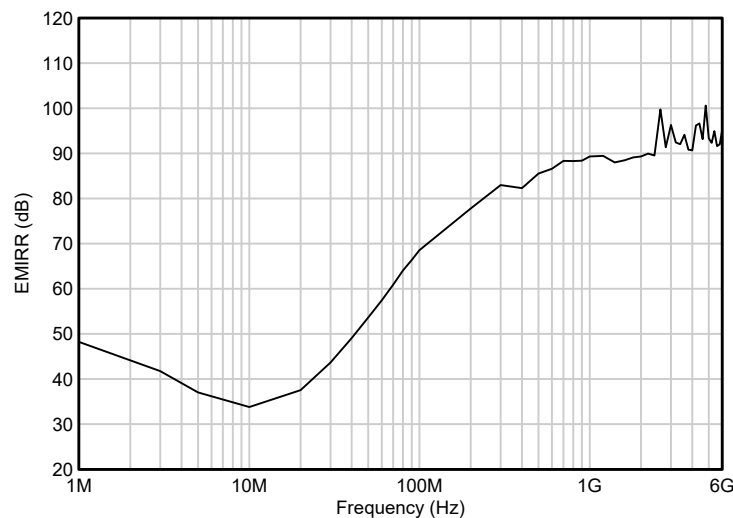

图 6-5. EMIRR 测试
TLV904xD 通过集成电磁干扰 (EMI) 滤波降低无线通信设备、混合使用模拟信号链和数字元件的高密度电路板等干扰源产生的 EMI 效应。利用电路设计技术可以提高 EMI 抗扰度；TLV904xD 从这些设计改进中受益。德州仪器 (TI) 已具备在 10MHz 至 6GHz 宽频谱范围内准确测量和量化运算放大器抗扰度的能力。图 6-5 展示了对 TLV904xD 执行此测试的结果。表 6-1 展示了 TLV904xD 在实际应用中常见特定频率下的 EMIRR IN+ 值。运算放大器的 EMI 抑制比应用手册包含了与运算放大器相关的 EMIRR 性能主题，该报告可从 www.ti.com 下载。